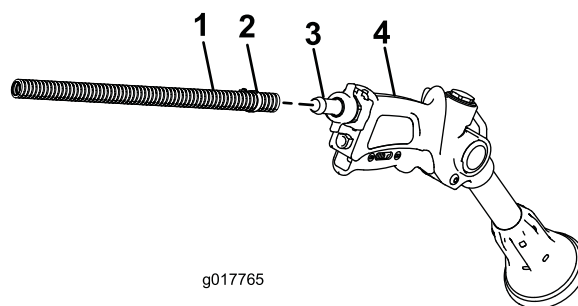

Figura 15
2. Ligue a extremidade livre da tubagem longa ao encaixe da pistola de pulverização (Figura 15).